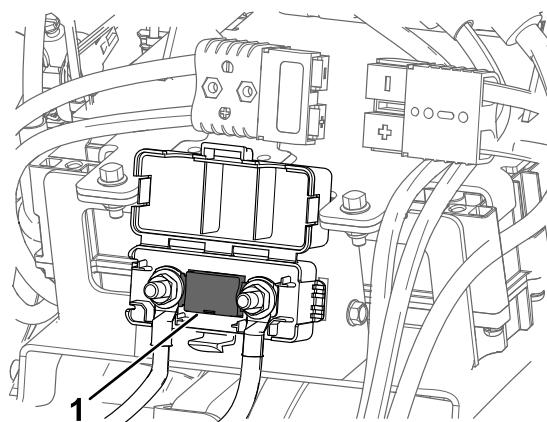

Figura 33
6. Individuate il fusibile e sostituitelo (Figura 33).